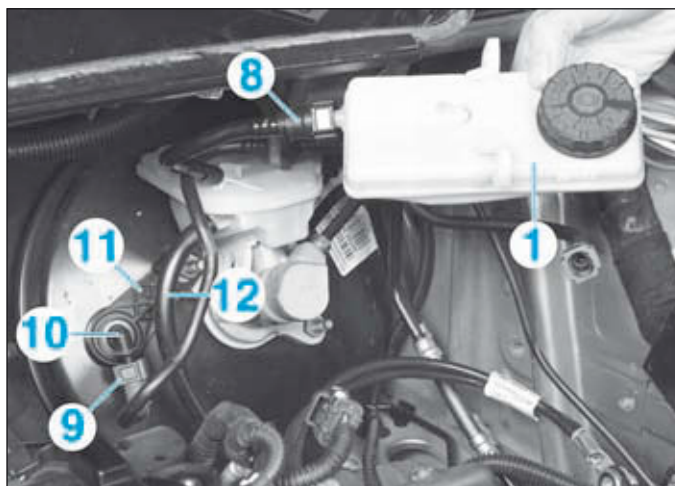

FIG.25
- Débrancher le raccord (8) et déposer le réservoir de compensation déporté (1) (Fig.25).
- Débrancher le raccord (9).
- le raccord coudé (10),
- le guide de positionnement (11).
- Débrancher la durit d'alimentation du circuit hydraulique d'embrayage (12).